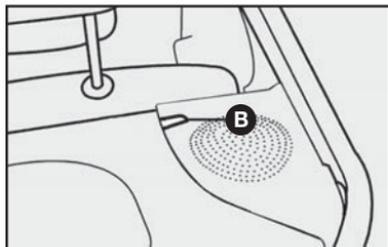

fig. 55
2) Suelte los tornillos de la bandeja portaobjetos de sus propios alojamientos **B-fig. 55** y luego quítela.